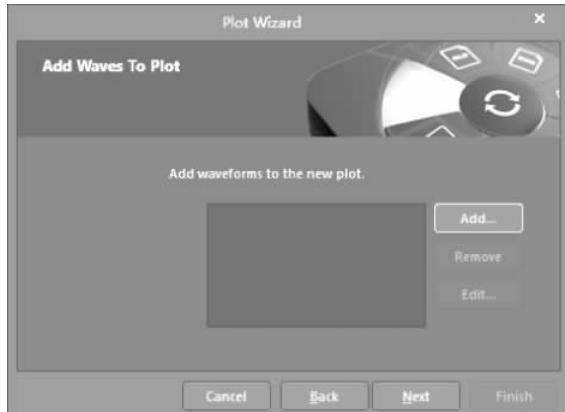
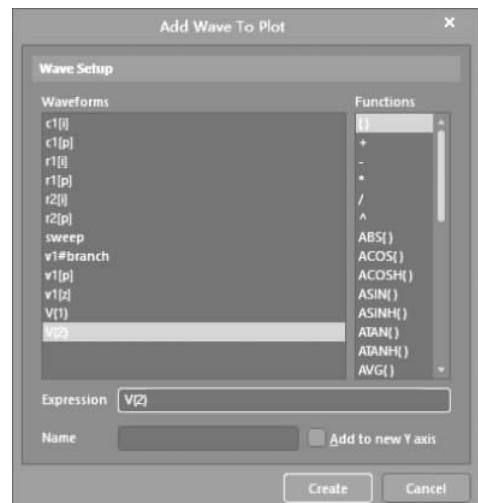

图 3-20 添加图形的配置界面 3
图 3-21 选择需要观察的信号
(6) 出现如图 3-20 所示的界面。在该界面中, 添加需要查看的波形, 单击 Add 按钮。
(7) 出现如图 3-21 所示的界面。在 Wave Setup 下面选择 V(2)条目, 并双击该选项, 可以看到在 Expression 右侧出现了 V(2)。
(8) 单击 Create 按钮。
(9) 在如图 3-20 所示的界面中, 添加名为 V(2)的波形。在该界面中单击 Next 按钮。